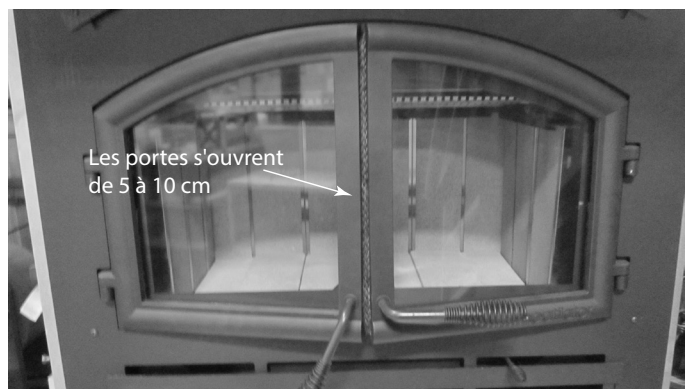
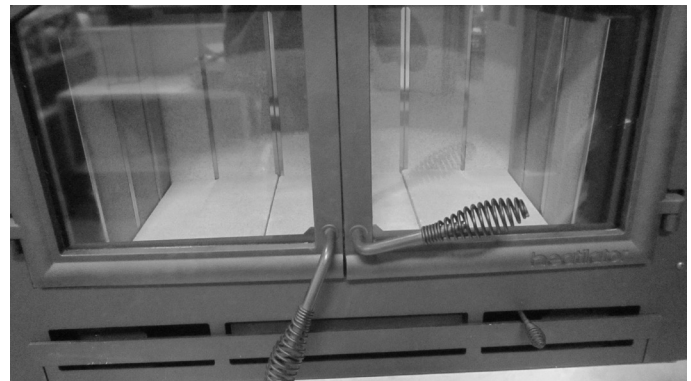
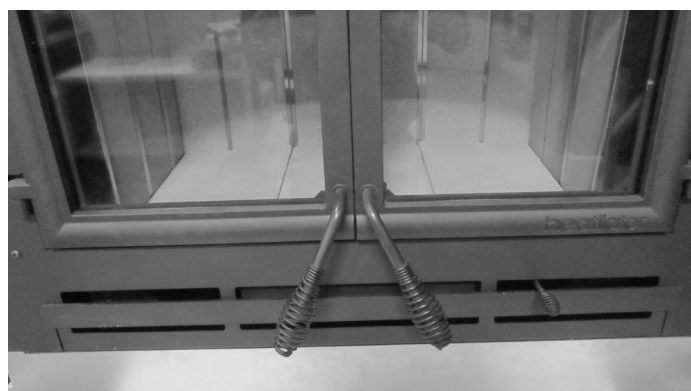

Figure 3.25 Les portes s'ouvrent de 5 à 10 cm
Figure 3.26 Portes légèrement entrouvertes
Figure 3.27 Porte complètement fermée
- Laissez la porte légèrement ouverte de 25 mm (1 po.) (voir la figure 3.25) pendant 2 à 3 minutes, puis fermez la porte en la verrouillant légèrement pour que le feu prenne bien.
- Laissez la porte légèrement ouverte de 25 mm (1 po.) (voir la figure 3.25) pendant 1 à 5 minutes ou jusqu'à ce qu'une bonne flamme se forme. Fermez ensuite la porte en la verrouillant légèrement. Voir la figure 3.26.
- Une fois que le feu a bien pris (au bout de 3 à 5 minutes environ), fermez la porte et verrouillez-la. Voir la figure 3.27.
- Laissez la porte légèrement ouverte de 25 mm (1 po.) (voir la figure 3.25) pendant jusqu'à 5 minutes pour obtenir une belle flamme, puis fermez la porte. Voir la figure 3.27.